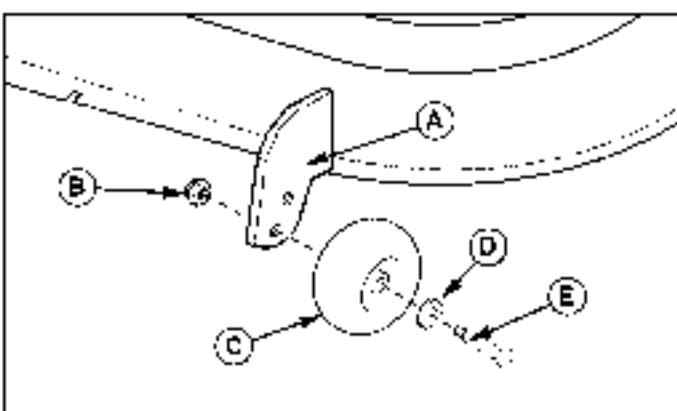

Figura 25. Ajuste de la rueda reguladora de soporte fijo
1. Retire la contratuerca (B, Figura 25), la rueda reguladora (C), las arandelas (D) y el perno de tope (E). Cambie la posición de la rueda reguladora a la altura que deseé.
2. Introduzca el perno de tope (E) en las arandelas (D), la rueda reguladora (C) y el soporte de la rueda reguladora (A). Sujete con la contratuerca (B). Repita los pasos 1 y 2 en todas las ruedas reguladoras.